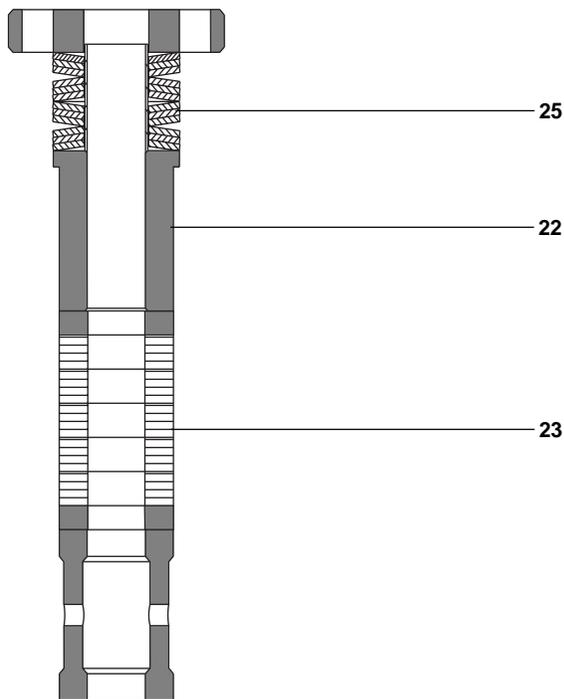
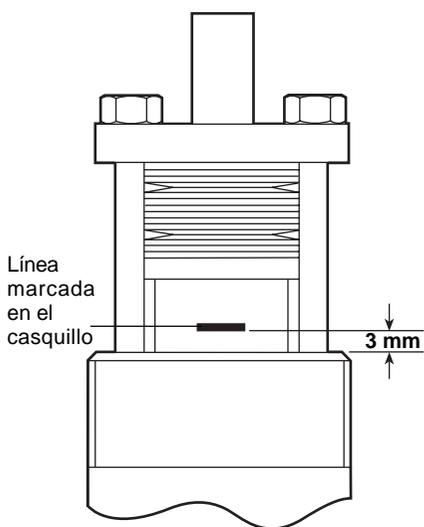

Fig. 3 Conjunto estopada de grafito
Fig. 3a
14. Instalar los componentes de la empaquetadura siguiendo el orden dado en la Fig. 3. Montar los aros de grafito (23) individualmente, introduciendo parcialmente el extremo en el alojamiento, antes de introducir el resto del aro en el resto del aro. El aro deberá introducirse usando el casquillo prensaestopas y / o arandela para colocarlo en el extremo del alojamiento.
16. Montar el casquillo prensaestopas (22), y las arandelas belleville (25) manteniendo el orden original, y colocar el aro prensaestopas (19) en su lugar. Lubricar las tuercas del prensaestopas (16). Instalar y apretar las tuercas prensaestopas a mano.
18. Comprima la estopada un 10% nominal. En el casquillo prensaestopas marcar una línea 3 mm por encima del alojamiento de la estopada. Apretar las tuercas prensaestopas hasta que la línea en el casquillo prensaestopas alcance la parte superior de la tapa (Ver Figs. 3a y 3b).